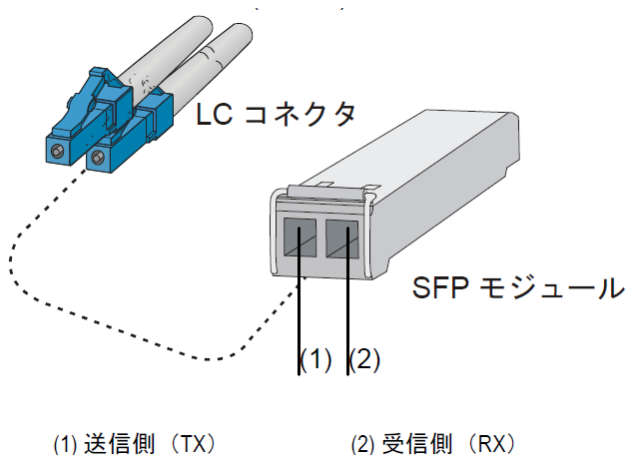

図 5-6 LCコネクタとSFP/SFP+モジュールの接続
- 2) SFP/SFP+モジュールの防塵カバーを外し、図 5-6で示すように、ファイバコネクタの一端のプラグを装置に設置された SFP/SFP+モジュールの光ポートに接続し、コネクタのもう一方の端を対向装置のモジュールに接続してください。